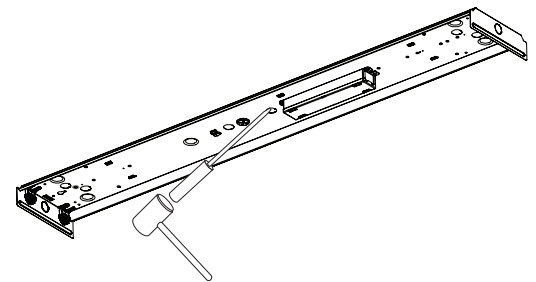

Fig. 3
**3** Remove 7/8" knockout by placing a flathead screwdriver on knockout and striking sharply with hammer. The slug may then be removed with pliers. Locate power supply wires and pull through 7/8" knockout into fixture housing (Fig. 3).
Enlever la débouchure de 7/8 po en y plaçant un tournevis à tête plate et en frappant ce dernier brusquement à l'aide d'un marteau. Ôter la débouchure avec une pince. Trouver les fils de prise de courant et irez-les dans la débouchure de 7/8 po du boîtier de l'appareil d'éclairage (Fig. 3).
Para desprender la placa de 7/8" (2,2 cm), coloque la cabeza de un destornillador plano sobre ésta y déle un golpe con un martillo. Puede usar unas pinzas para retirarla. Ubique los cables de suministro eléctrico de páselos por el orificio abierto de 7/8" (2,2 cm) (Fig. 3).